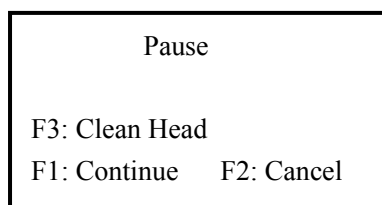

图 6-1 暂停操作
- 11、若打印过程中有堵头现象，可根据 LCD 面板上显示的具体提示进行操作。首先按 F1 键暂停打印，此时液晶面板上显示如图 6-1 所示：
待清洗完成后，面板会自动回到原界面（如图 6-1），再按 F1 继续打印操作，按 F2 取消打印。